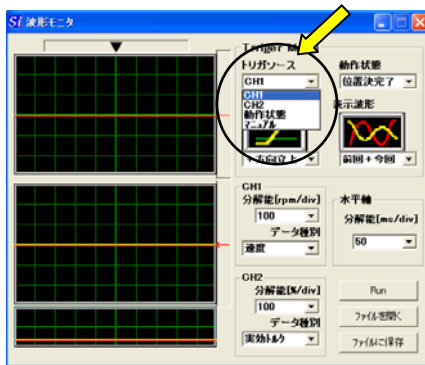

図10-1
- ③表示させたい動作状態を選びます。最初は INP/FIN（位置決め完了信号）の状態が表示されるようになっています。（図10-1）
- ④トリガエッジにて変化の方向、変化のタイミングを設定します。トリガエッジの選択できる種類は下記の4種類です。